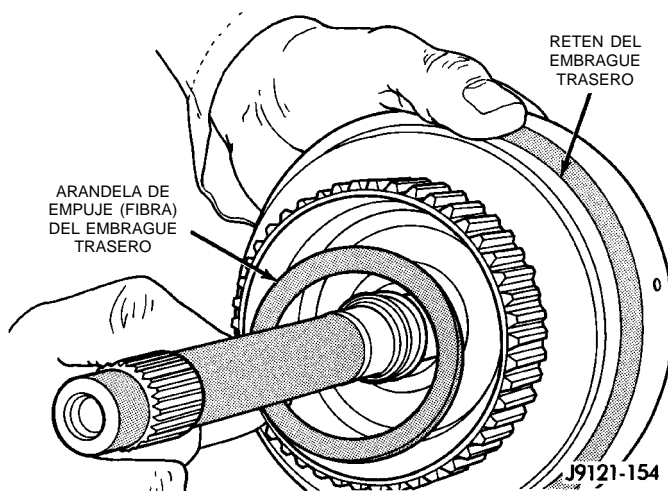

Fig. 128 Instalación de la arandela de empuje del embrague trasero
(12) Instale la arandela de empuje del embrague trasero (Fig. 128). Si fuera necesario, utilice vaselina adicional para mantener la arandela en su lugar.